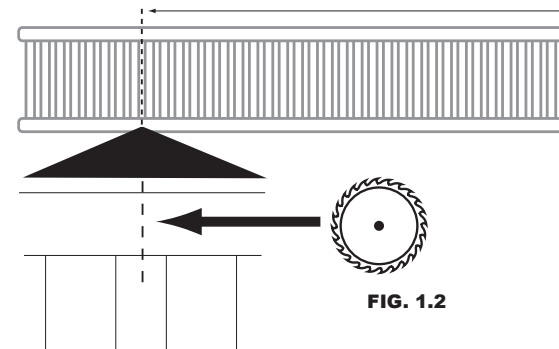

FIG. 1.2
4. Use las medidas de longitud para el estante **SUPERIOR (A)** que obtuvo de la configuración que seleccionó (consulte el diseño de configuración deseado), mida y corte de acuerdo con la longitud si es necesario. (Consulte la Fig. 1.2 para obtener el lugar de corte recomendado). (Nota: Corte en el centro de la línea durante el corte del estante. Si el lugar de corte es justo un listón del estante, realice el corte en la apertura de los listones del armario más cercana a la línea).